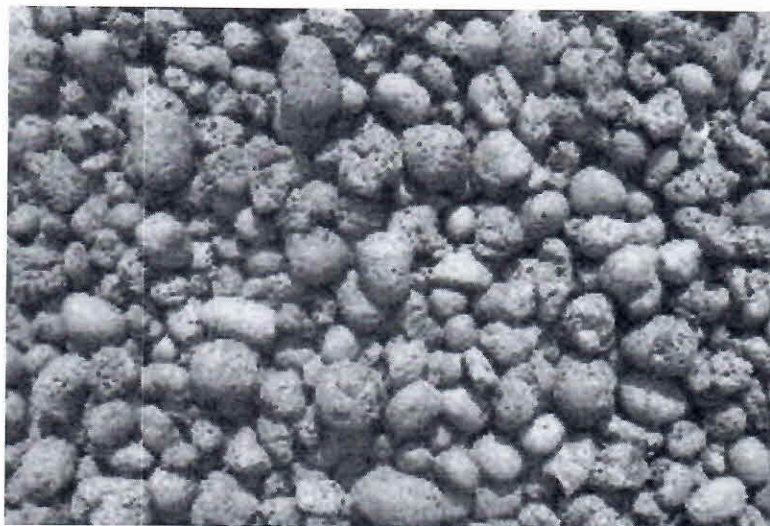

Рисунок 6 - «Керамзит»
1.5.5. **Керамзит** – участок, представляющий собой короб, наполненный керамзитом, размер частиц 10-20 мм (рисунок 6). Габариты короба 340x340x40. Высота керамзитного слоя колеблется в пределах 20-40 мм) в один слой. Габариты короба 340x340x40.